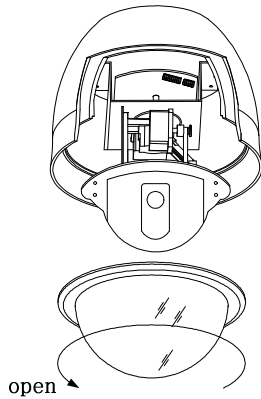

Figura 7
- 2) Preparación del domo antes de la instalación, configure el protocolo y la tasa de baudios, Abra la cúpula del domo, (vea la Figura 7 y 8).